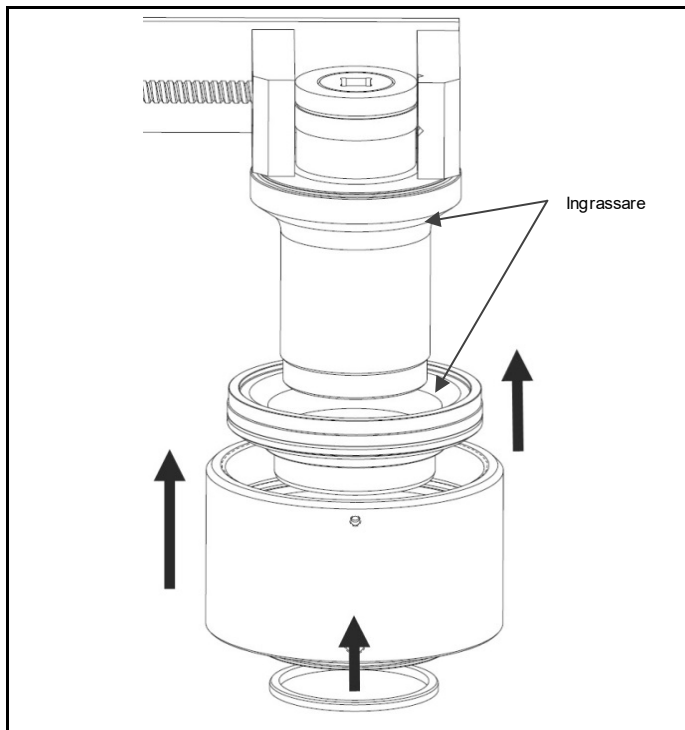

Fig. 4.5 Riposizionare l'inserto, il corpo centrale e l'anello di supporto sul puller
- prestare attenzione a non danneggiare le pareti interne quando il corpo centrale e gli inserti vengono fatti scivolare sul puller; (Fig. 4.5)